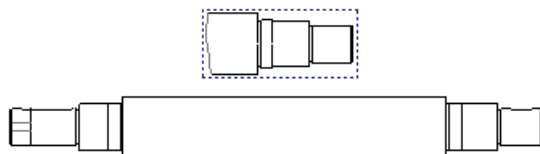

图 3.8.66 零件模型的完整视图
Step4. 在系统  选择绘图视图的中心点。的提示下, 在主视图的下方单击, 此时在绘图区出现零件模型的完整视图, 如图 3.8.66 所示。